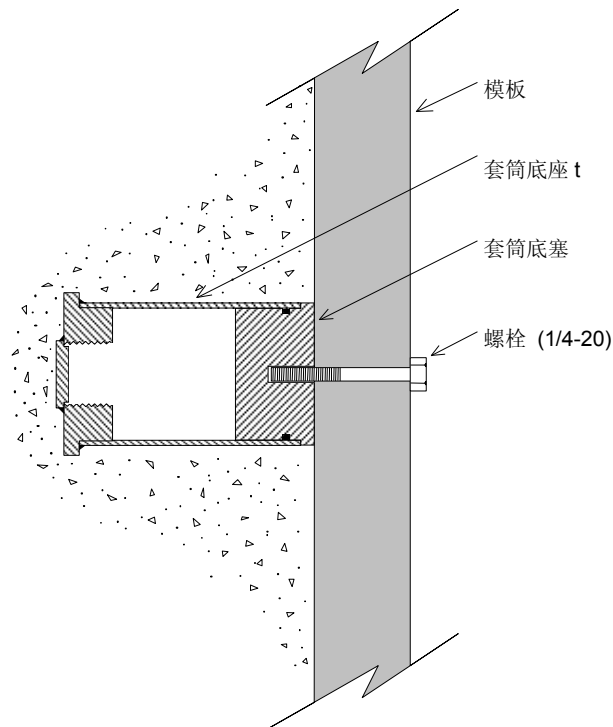

图 2—套筒底座安装于混凝土模板上
套筒底座的底塞有须用一颗 M6 螺栓用来固定套筒底座到模板上。见图 2。如果仪器不按此安装，底塞上的螺丝孔须堵上，以保护底塞不受混凝土影响。
1. 当拆除模板并露出套筒底座后，拉套筒底塞上的螺栓将底塞取出（见图 2）。此时，套筒底座内应彻底清理干净并抹上一层黄油。